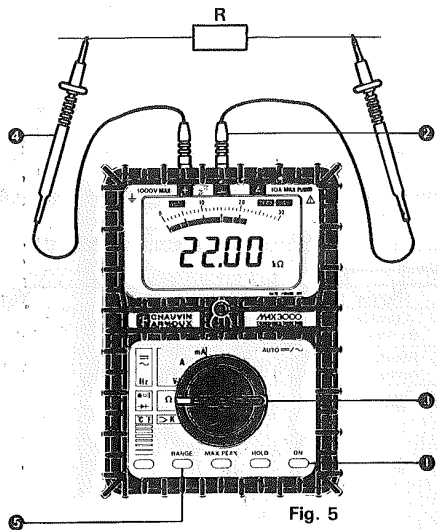

Fig. 5
- 4 Effectuer la mesure de résistance comme indiqué ci-contre (Fig. 5). L'appareil sélectionnera automatiquement la gamme la mieux adaptée.